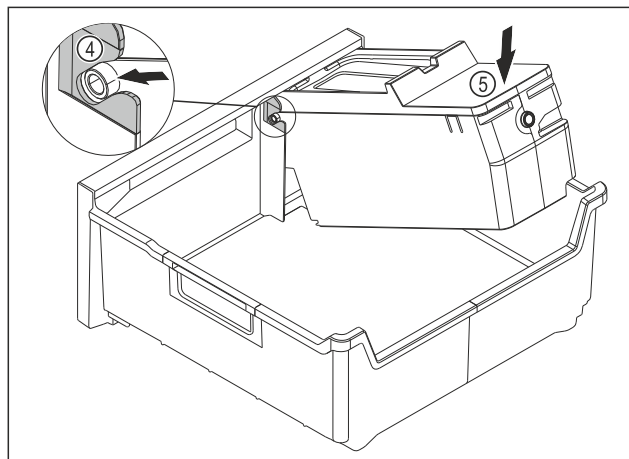

Fig. 80
- ▶ Montáž korpusu EasyTwist-Ice: Osi korpusu EasyTwist-Ice zasunúte do vedení Fig. 80 (4).
- ▶ Zatlačte korpus EasyTwist-Ice Fig. 80 (5) zozadu smerom nadol.